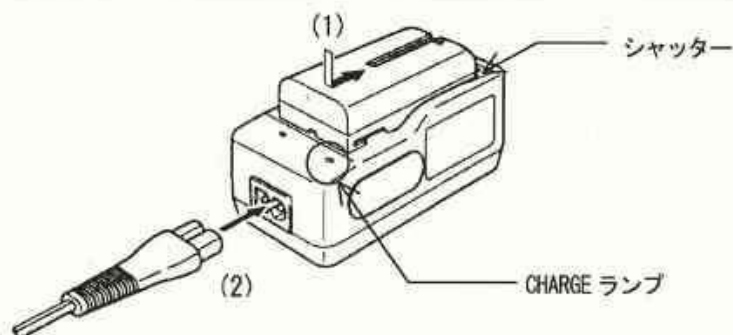

図 3-23 充電器
(1) 充電器使用方法
a) 充電器にバッテリーパックを取り付ける (図 3-23-(1) 参照)
(図 3-23-(2) 参照)